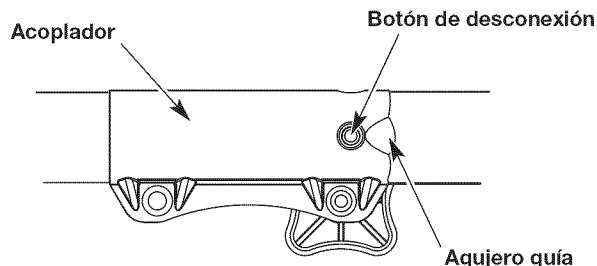

Fig. 2
NOTA: Alinear el botón de desconexión con el agujero guía facilitará la instalación (Fig. 2).
2. Oprima y sostenga el botón de desconexión (Fig. 2).